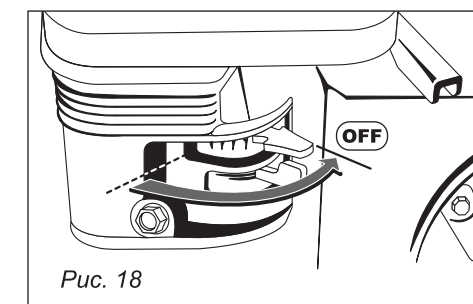

Рис. 18
7. После запуска двигателя, медленно поворачивайте ручку управления воздушной заслонкой в положение «OFF» (рис. 18).